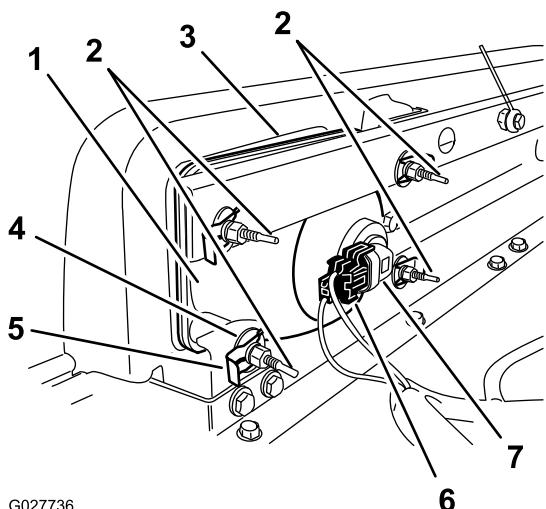

Figura 50
3. Desligue o conector elétrico para a cablagem do conector do conjunto da lâmpada (Figura 50).
4. Retire os clips rápidos e as anilhas que fixam o farol a respetivo suporte (Figura 50).
5. Retire o conjunto do farol movendo-o para a frente através da abertura no pára-choques dianteiro (Figura 50).
6. Instale o novo farol através da abertura no pára-choques (Figura 50).
8. Ligue o conector elétrico para a cablagem ao conector do conjunto da lâmpada (Figura 50).
2. Na parte traseira do conjunto de faróis, rode os parafusos de ajuste (Figura 50) para inclinar o conjunto dos faróis e alinhar a posição do feixe.